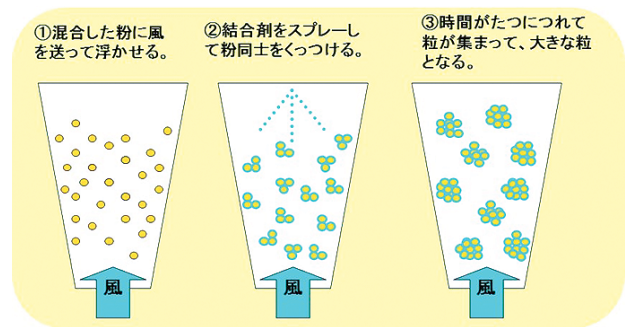

図4 流動層造粒法のしくみ
流動性や圧縮成形性を改善させる造粒法は、湿式造粒法と乾式造粒法に大別され、前者は、更に①高速攪拌造粒法、②押し出し造粒法、③転動流動層造粒法、④流動層造粒法などがあります³⁾。後者は、嵩密度が小さな粉末や水に反応する粉末に有効で、①②③の造粒法は、球形に近い、重質かつ密度が高い顆粒を作るのに有効です。流動層造粒法は、図4に示すように、粉体を熱風で流動化させ、水や結合液を噴霧させて顆粒化する方法です。混合-造粒-乾燥が同一工程できるために、工程数の減少、交叉汚染の面からGMP対応が容易です。